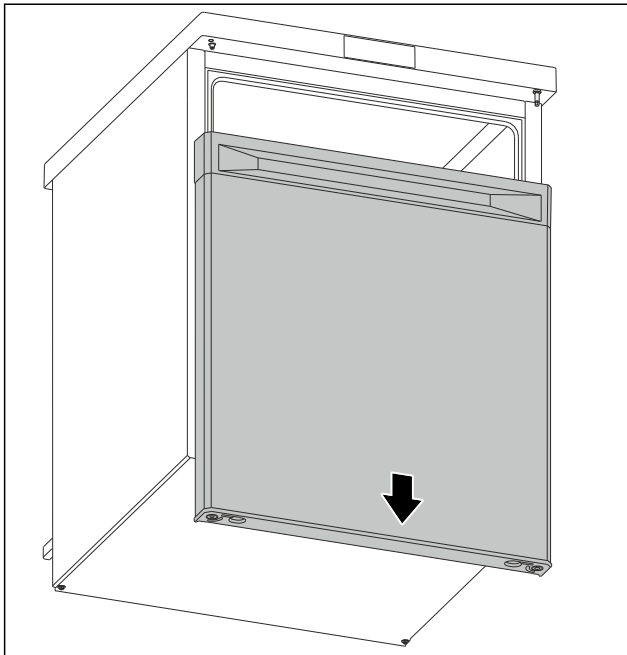

Fig. 10
- Tür nach unten abnehmen. (siehe Fig. 10)